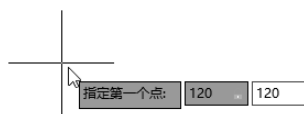

图 2-2 确定 P1 点
(1) 系统默认打开动态输入, 如果动态输入没有打开, 单击状态栏中的“动态输入”按钮 , 打开动态输入。单击“默认”选项卡“绘图”面板中的“直线”按钮 , 在动态输入框中输入第一点坐标为(120,120), 如图 2-2 所示。按 Enter 键确认 P1 点。